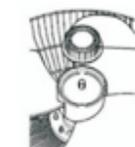

Fig. 4
3. Fije las aspas en su posición girando suavemente el rotor con la mano en el sentido contrario al de las agujas del reloj sobre el extremo del eje del motor. El rotor se ajusta de forma automática, no lo fuerce. (Fig. 4: El rotor se aprieta en el sentido contrario al de las agujas del reloj).